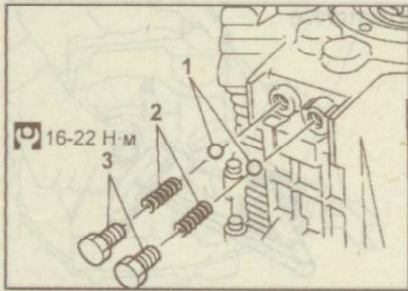

Рис. 9.172. Установка стопорных шариков (1), пружин (2) и пробки (3)
14. Установите стопорные шарики и пружины (рис. 9.172). Нанесите на резьбы пробок слой герметика и вверните пробки в картер.